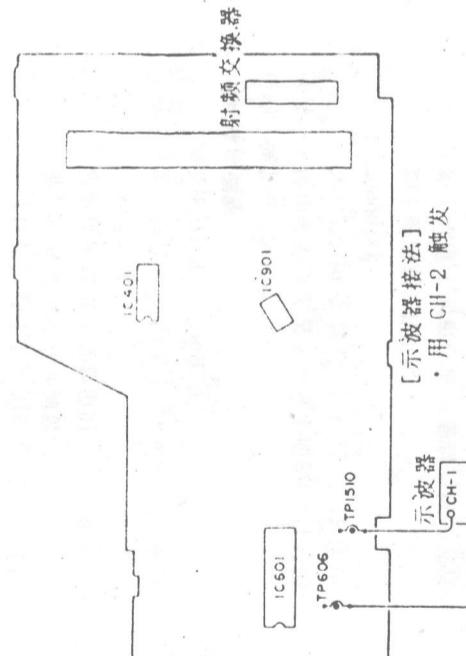

图51
- 步骤: ① 旋松导辊定位螺钉(使导辊在加载、不加载和放演时, 不旋转);
② 对准导辊上凸缘底边和卷盘高度夹具顶部, 如图51所示;
③ 继续执行细调。